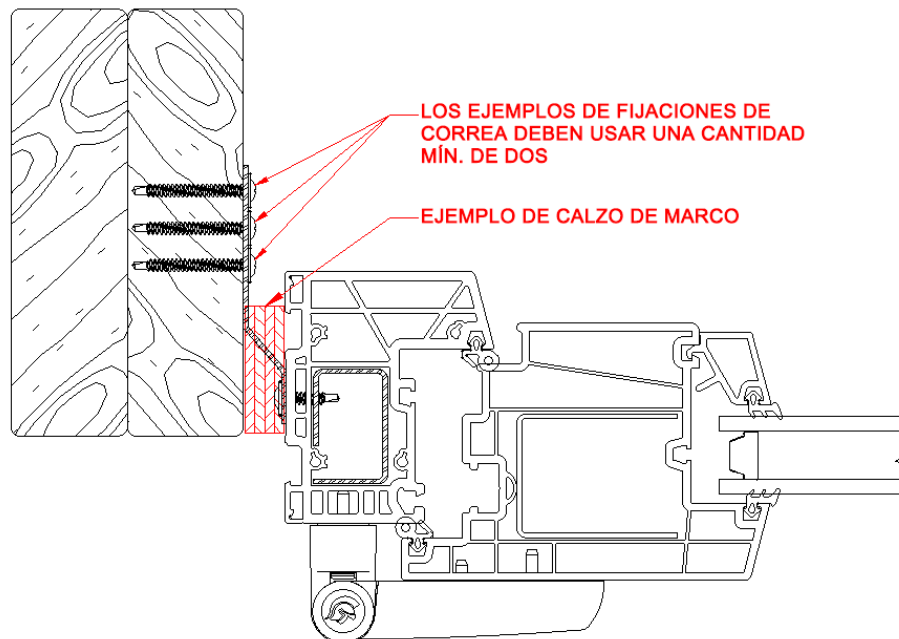

Figura 20: Ejemplo de puerta correctamente calzada y fijada
- III) Sujete las correas de la puerta utilizando los sujetadores indicados en la sección 5.1 B, I, a la apertura en la pared siguiendo la misma rutina descrita en 5.5, A, comenzando por el lado de las bisagras estableciendo un marco a plomo libre de cualquier torsión o distorsión. Doble la correa según sea necesario utilizando los puntos de flexión ilustrados en la figura 20 para eliminar la torsión en el marco.